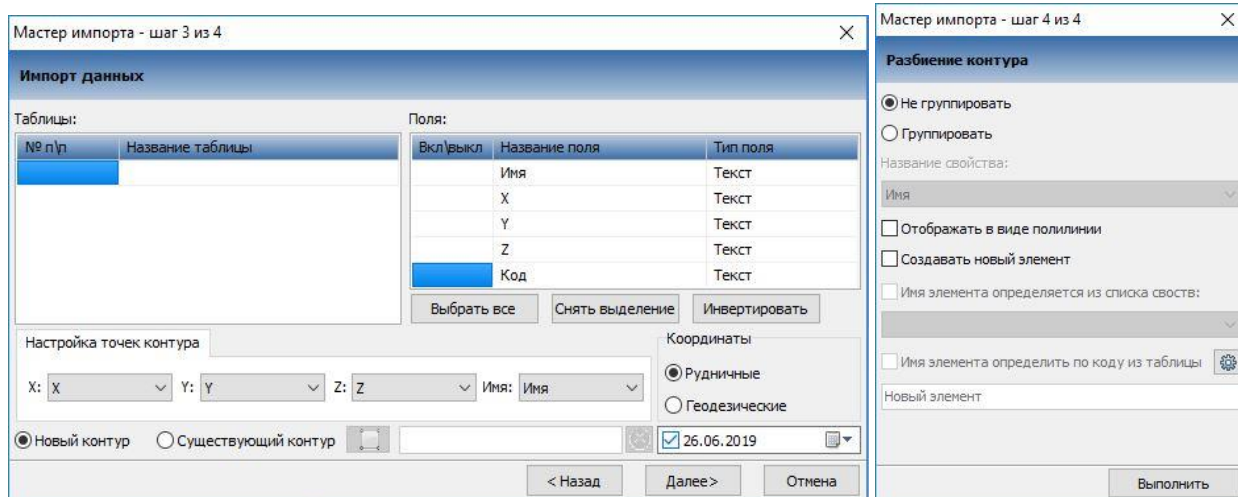

Рис. 3.7
8. *Шаг 3 и 4* – указываем соответствия координат и поля для импорта, согласно рис. 3.7.